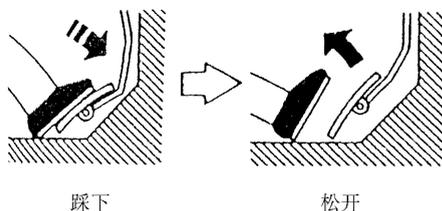

图 4-80 加速踏板由踩到底到松开
(5) 将加速踏板踩到底，然后松开(图 4-80)。
(6) 观察 OD OFF 指示灯，读取故障码。